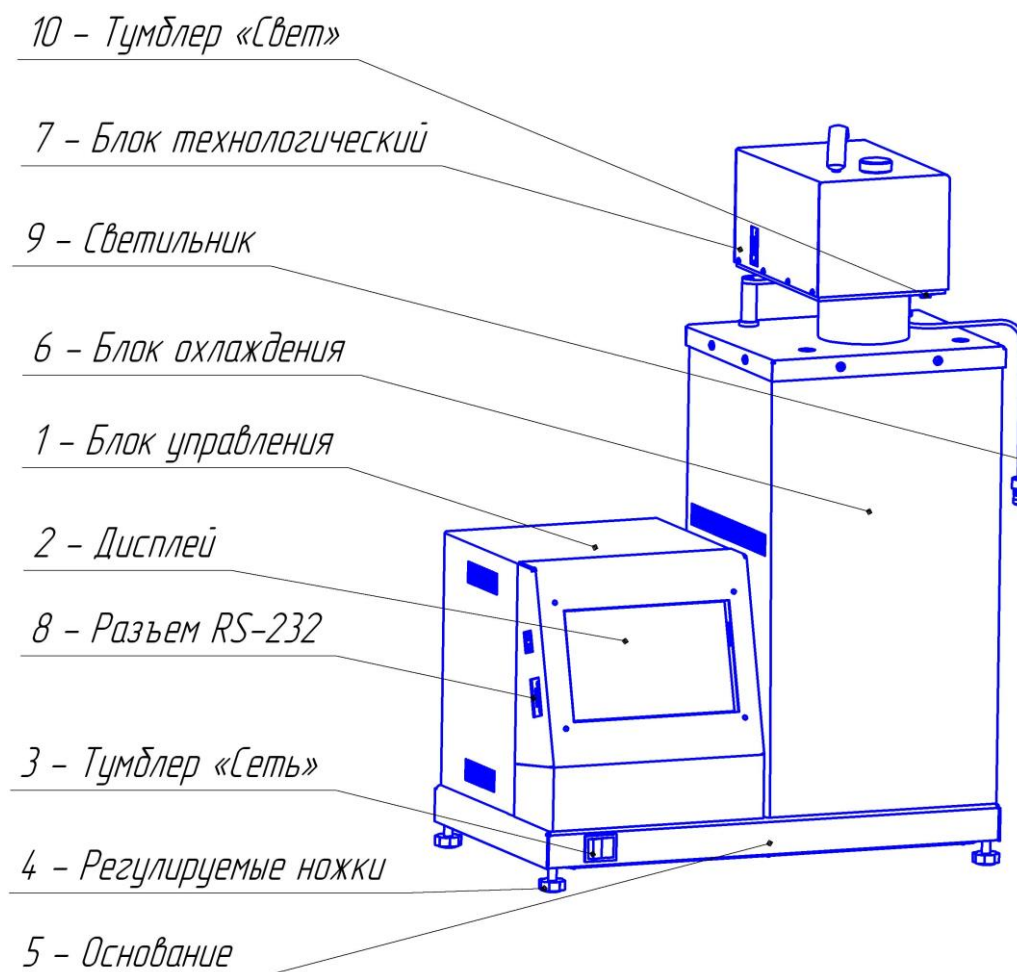

Рисунок 1 – Общий вид аппарата
- поверхность установки должна быть горизонтальной, в противном случае, вращением регулируемых ножек (рисунок 1 на странице 4) необходимо добиться горизонтального положения аппарата с помощью уровня.
3.3.1 Подключить аппарат к сети питания, включить его тумблером «Сеть» (рисунок 1 на странице 4).
4.2.3 Режим работы аппарата – непрерывный. После окончания работы аппарат выключается тумблером «Сеть» (рисунок 1 на странице 4).